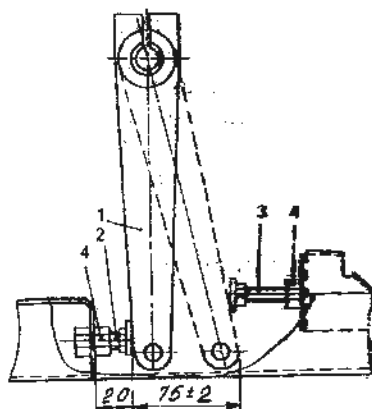

Рис. 159. Регулировка муфты сцепления двигателя:
Для надежной работы муфты сцепления необходимо выдержать зазор $4 \pm 0,5$ мм между отжимным кольцом рычагов и втулкой муфты выключения, при этом полный ход выключения рычага 5 (рис. 50) должен быть 23 мм. Для сохранения указанных размеров в процессе эксплуатации комбайна на подmotorной раме предусмотрены регулировочные упорные болты 2 и 3 (рис. 159).
- вставьте шуп 4 мм и зажмите его между отжимным кольцом 8 (рис. 50) и втулкой муфты выключения 10. Не изменяя положения муфты выключения, выверните упорный болт 2 (рис. 159) до упора его в рычаг привода муфты сцепления. Подсоедините приводную тягу к рычагу 1 муфты сцепления, после чего, перемещая рычаг в кабине из выключенного положения во включенное (и наоборот), путем изменения длины тяги привода рычага муфты сцепления отрегулируйте полный ход муфты выключения (рычага), равный 23 мм.